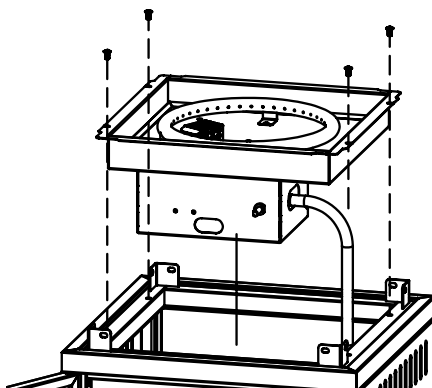

Рис. 11.
8. Вставьте шток клапана головки горелки в верхнюю часть корпуса и прикрутите головку горелки к верхней пластине корпуса коробки четырьмя винтами М5×8 (рис. 11).